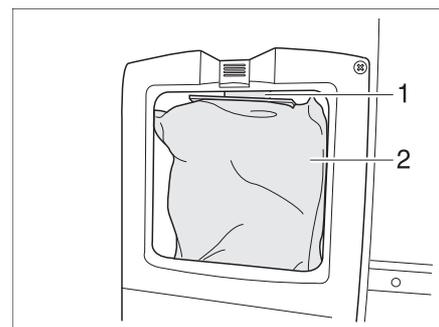

Bild 153 Staubbeutel
- Staubbeutel (Bild 153,2) vorsichtig vom Rohr (Bild 153,1) abziehen und herausnehmen.